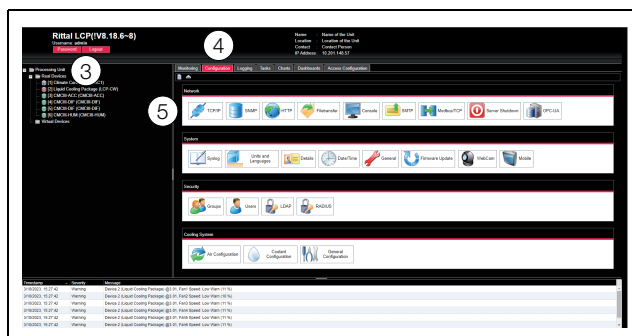

Imagen 97: Adaptación de los ajustes TCP/IP
Se mostrará la ventana de menú del equipo (imagen 97).
- Haz clic en la parte izquierda de la ventana (zona de navegación) sobre la entrada **Processing Unit** (imagen 97, pos. 3) y en la parte derecha (zona de configuración) sobre la pestaña **Configuration** (imagen 97, pos. 4).
- Haz clic en el marco de grupo **Network** sobre el botón **TCP/IP** (imagen 97, pos. 5).